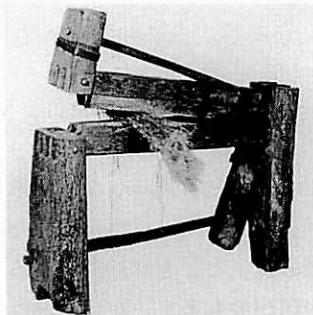
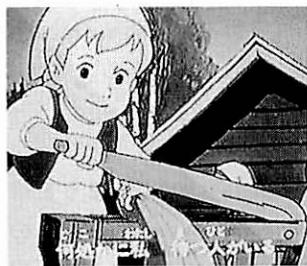

図5 碎茎器
図6 アニメ「牧場の少女カトリ」の碎茎の様子
②乾燥 (Drying) 水に浸漬後ただちに天日または乾燥機で乾燥させ、これを束ねて製線工場へ運ぶ。
③碎茎 (Straw-Breaking) 乾燥茎の内部の木質部をこまかく碎く工程で、最初は2本のヘラの形をした棒で細かくたたいていたが、その後図5⁶⁾の木製の碎茎器が工夫された。これは根元を揃えた束を手にもち、2～3列の凸部と凹部がかみ合って木質部を碎く道具で、幅があるので順次3回ほど束を移動しながら上部の木製のつちを下ろしてたたくことによって全体がこまかく碎かれる。その後、みぞを付けた金属ローラー（フリューテッドローラー）の間を通して木質部を碎く方法が考案された。この碎茎機にフィーダーを取りつけることで連続的に茎を送ることができ、生産が高まった。図6はテレビアニメーション「牧場の少女カトリ」の最初の歌の場面に出てくる亜麻の碎茎作業である。
- ①図6、図11は日本アニメーション(株)のご好意によるものである。
- ②亜麻の種をご希望の方は下記までご連絡下さい。